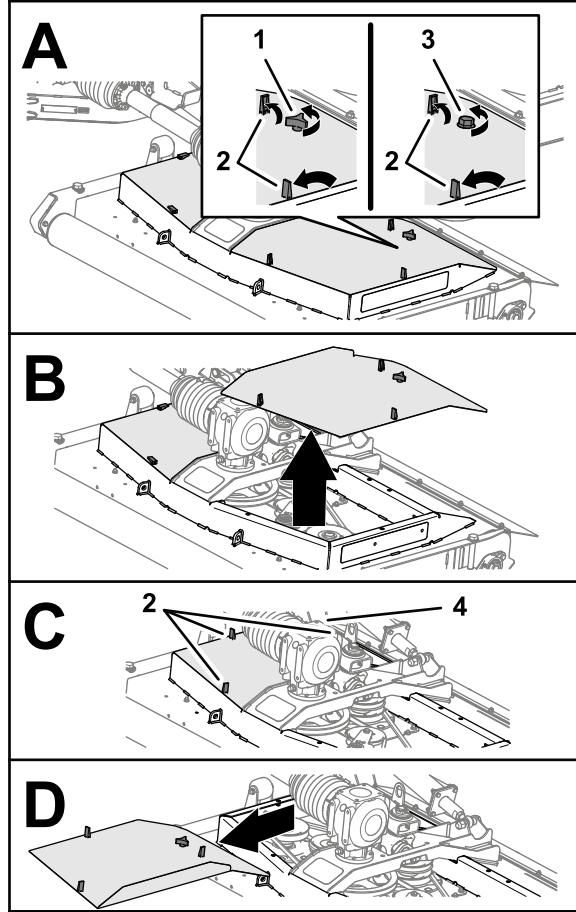

Figura 46
1. Abra los 3 cierres que sujetan la cubierta de la carcasa de corte (Figura 46).
2. Afloje el pomo o el perno (carcasa de corte CE) que sujetla la cubierta de la carcasa de corte a la carcasa de corte (Figura 46).
4. Repita los pasos 1 a 2 con la otra cubierta (Figura 46).